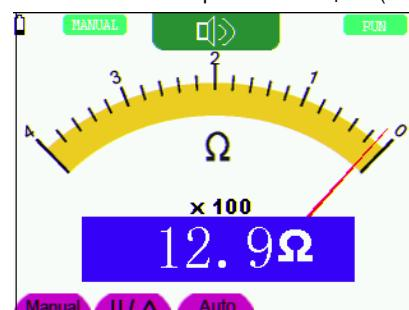

Рисунок 29. Прозвонка электрической цепи
- Подсоедините красный и черный измерительные провода к обследуемой цепи. Если ее сопротивление окажется меньше 50 Ом, осциллограф подаст звуковой сигнал, а на дисплее отобразится измеренное значение сопротивления цепи (см. рисунок 29).